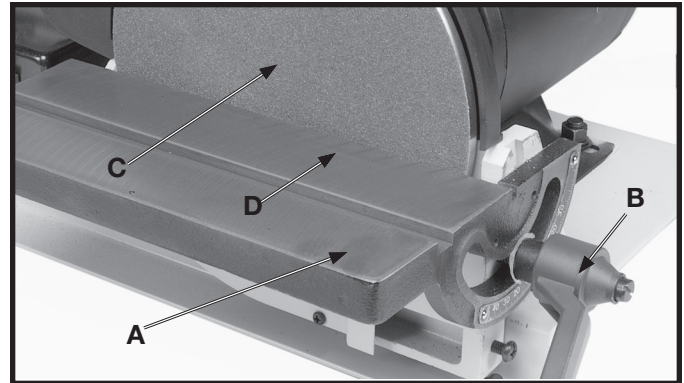

Fig. 28
La table pour ponceuse à disque (A) fig. 28, s'incline à 45 degrés vers le haut ou le bas. Desserrer la poignée de verrouillage (B) et incliner la table puis serrer la poignée de verrouillage (B). **REMARQUE :** la poignée de blocage (B) est à ressort et se déplace en retirant la poignée (B) et en la repositionnant sur le goujon à crans d'arrêt situé directement sous la poignée.